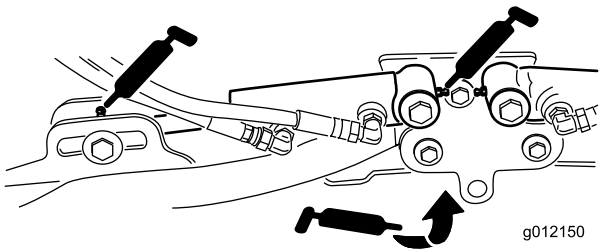

Figure 45
- Vérins des bras de relevage des plateaux de coupe (x 2) (Figure 45)
- Pivots des bras de relevage (x 1) (Figure 45)